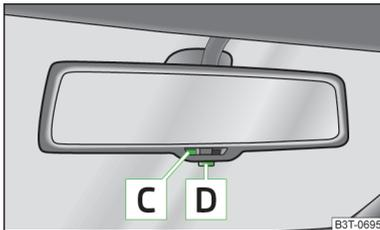

Abb. 46
- Um die automatische Abblendung zu aktivieren, die Taste **D** drücken, die Kontrollleuchte **C** leuchtet auf » Abb. 46.